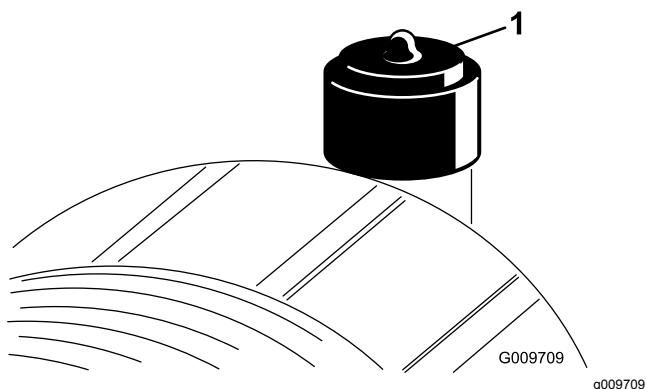

図 67
エアクリーナのフィルタの整備は、インジケータが赤色になってから行ってください 図 67。早めに整備を行っても意味がありません。むしろフィルタを外したときにエンジン内部に異物を入れてしまう危険が大きくなります。
2. インジェクタ図 67 が赤になっている場合はリセットする。